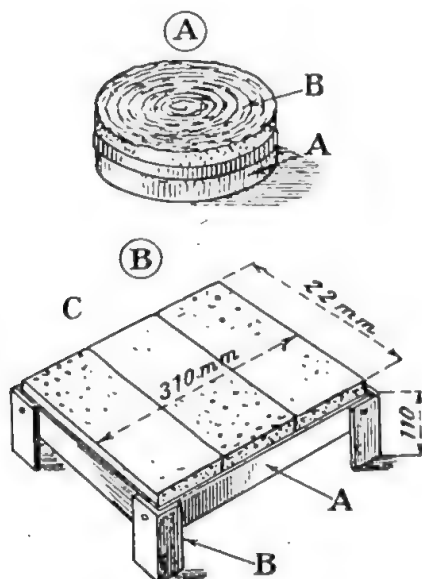

FIG. 46
**PREMIER MODÈLE** (fig. 46, A, et 58, I).